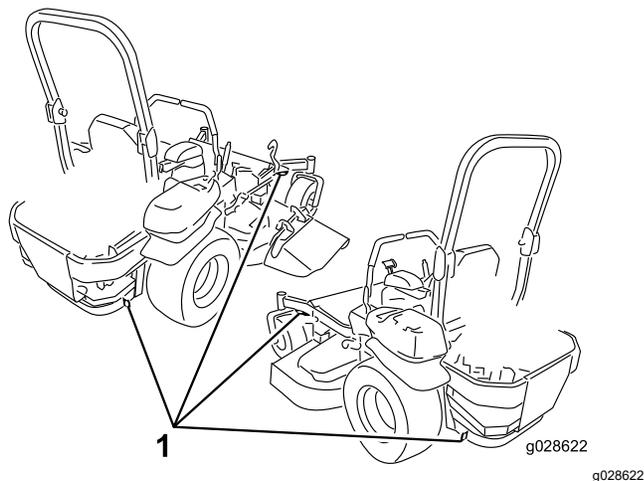

Figure 44
6. Arrimez la machine près des roues pivotantes avant et du pare-chocs arrière à l'aide de sangles, chaînes, câbles ou cordes (Figure 44). Reportez-vous à la réglementation locale concernant les exigences d'arrimage.